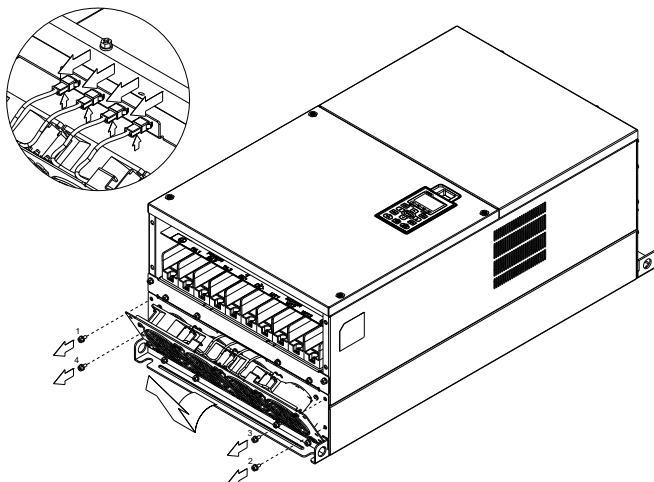

图 1
1. 将螺丝卸下并移除电源接头 (如放大图) 后, 即可取出风扇 (如图 1 所示)。螺丝扭力值: 24~26 kg-cm / [20.8~22.6 lb-in.] / [2.4~2.5 Nm]